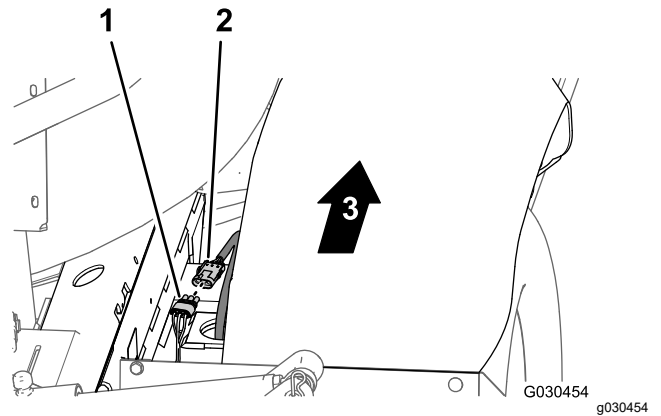

**Figure 21**
3. Retirez les 3 fixations enfichables qui fixent le faisceau arrière dans les trous du tube de cadre droit de la machine (Figure 21).